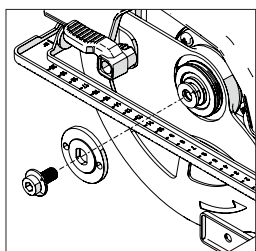

Fig. 4
- Använd insexnyckeln, lossa och ta bort hjulaxels sexkantsskruv, tillhörande fästen och det yttre bladets drivfläns. (Fig. 4)